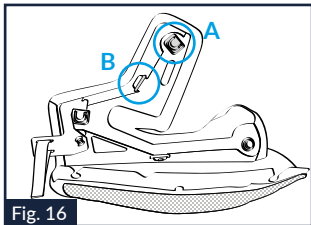

Fig. 16
13.6. Die obere Lasche «B» des Rahmens in den Durchgang an der Rückseite der Wangenpolsterung hineinstecken und die Öse wieder an dem oberen Haken «A» auf der Rückseite befestigen (Abb. 16).
13.2. Die Öse vom hinteren Rahmen der Wangenpolsterung an dem oberen Haken «A» an der Rückseite lösen (Abb. 16).
13.3. Die obere Lasche «B» des Rahmens an dem Durchgang auf der Rückseite vom Rahmen entfernen (Abb. 16).
14.2. Die Öse vom hinteren Rahmen der Wangenpolsterung an dem oberen Haken «A» an der Rückseite lösen (Abb. 16).
14.3. Die obere Lasche «B» des Rahmens an dem Durchgang auf der Rückseite vom Rahmen entfernen (Abb. 16).
14.5. Die obere Lasche «B» des Rahmens in den Durchgang an der Rückseite der Wangenpolsterung hineinstecken und die Öse wieder an dem oberen Haken «A» auf der Rückseite befestigen (Abb. 16).